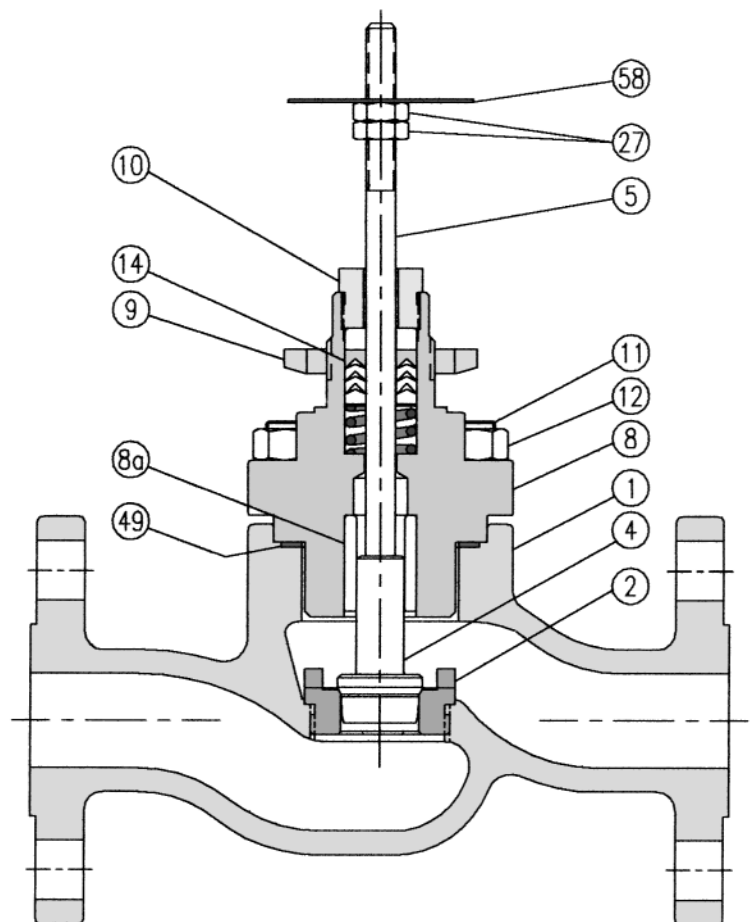

Figure 1. Corps de vanne équipé avec garniture à ressort en PTFE standard
Reportez-vous à la Figure 1 page 5 et aux structures de garniture de série et en option illustrées page 11 afin de déterminer la garniture qui a été préinstallée sur votre vanne.
2. Déposez le fouloir (10) et faites sortir la garniture usagée depuis la face inférieure du chapeau.
4A. Garniture chevron en PTFE avec ressort standard (voir Fig. 1, page 5 et Fig. 6, page 11) : Insérez avec précaution chaque pièce dans l'ordre exact de l'illustration de la Figure 6 page 11. Tournez le fouloir (10) jusqu'à ce qu'il s'accote sur le chapeau (8). Cela va comprimer le ressort de la garniture (7) et assurer un blocage permanent de la tige durant toute la durée de vie de la garniture.